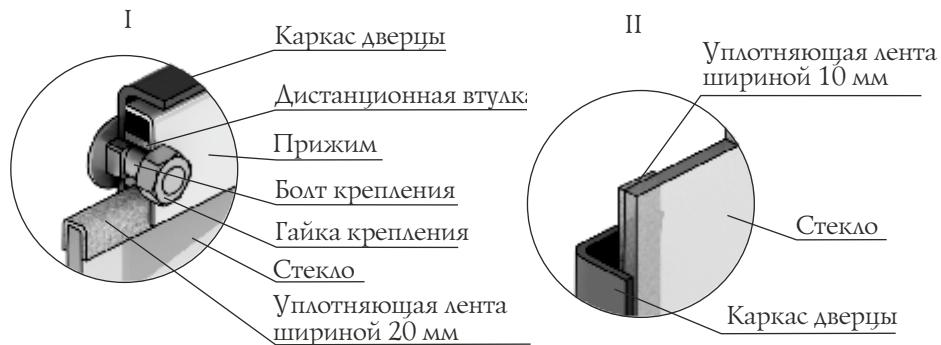

Рисунок 15. Крепление светорозрачного экрана дверцы модели «Витра»
1. Открутите две гайки, фиксирующие прижим (рисунок 15.I), и демонтируйте его и дистанционные втулки.
3. Возьмите новое стекло, если на нем нет уплотняющих лент, наклейте их: лента шириной 20 мм наклеивается сверху и снизу стекла «П»-образно (рисунок 15.I), лента шириной 10 мм наклеивается вертикально, вдоль боковых сторон стекла (рисунок 15.II).
4. Вставьте стекло в упор, при этом лента наклеенная с боковых сторон (вертикальная) должна быть зажата между стеклом и каркасом дверцы (рисунок 15.II).